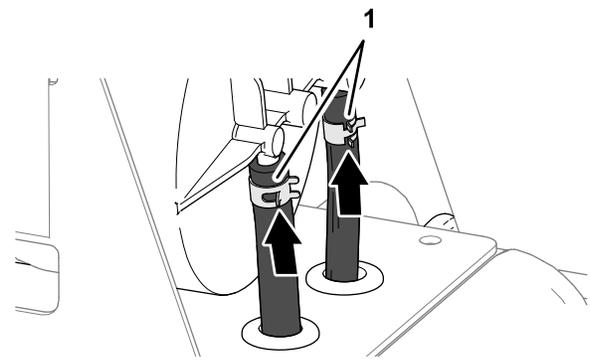

Bild 86
4. Befestigen Sie die Schläuche mit Schlauchklemmen an den Anschlussstücken (**Bild 86**).